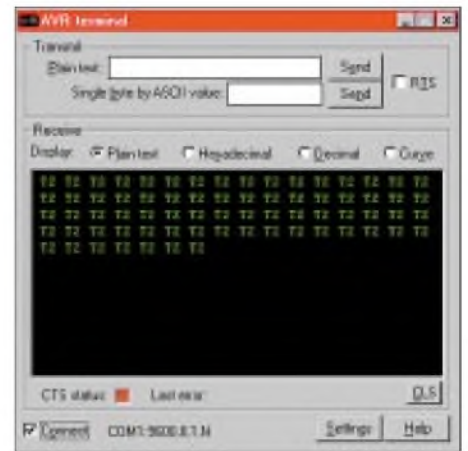

Bild 27: Externe Interrupts, Experiment 3
3. Nun drücken Sie den Taster 2 auf dem Experimentierboard. Solange Sie den Taster gedrückt halten, wird er AVR permanent den Text „T2“ senden. Das Senden bricht ab, sobald Sie den Taster loslassen (Bild 27).